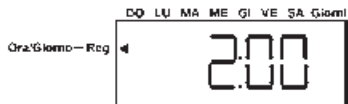

fig.13
- Con i tasti **↓↑** scegliere l'ora desiderata per la rigenerazione (fig. 13)